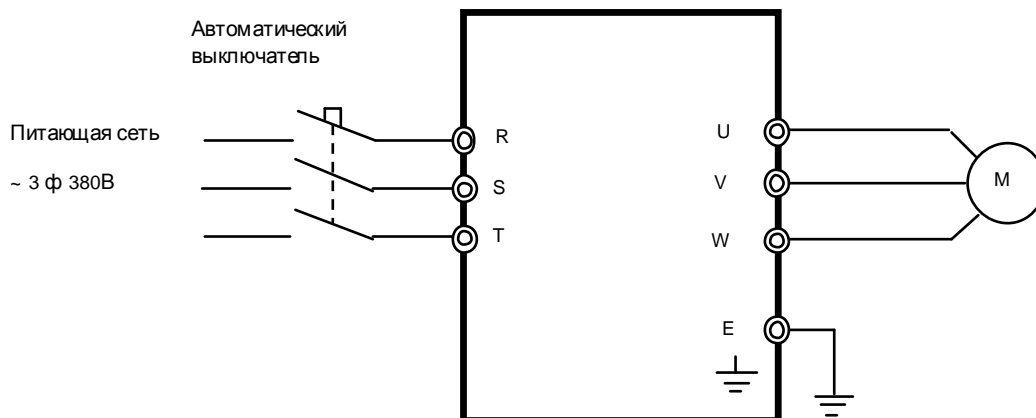

Рис.8.2. Схема подключения силовых цепей ПЧ EI-9011
8.2. Подключить проверяемый ПЧ по схеме, приведенной на рис. 8.2.